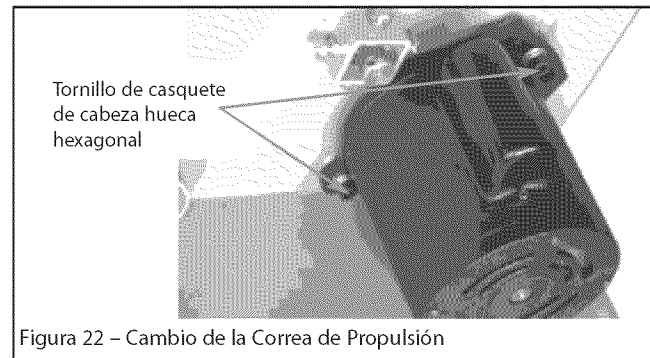

Figura 22 – Cambio de la Correa de Propulsión
- Suelte el tornillo de casquete de cabeza hueca hexagonal en la pestaña de montaje del motor usando una llave "L" hexagonal M6 (no suministrada). Véase la Figura 22.